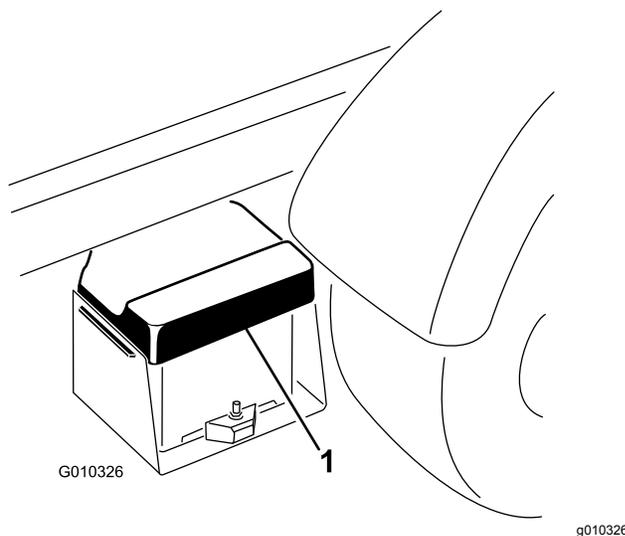

Рисунок 51
1. Сожмите крышку аккумулятора, чтобы высвободить лапки из основания аккумулятора, и снимите крышку с основания аккумулятора (Рисунок 51).